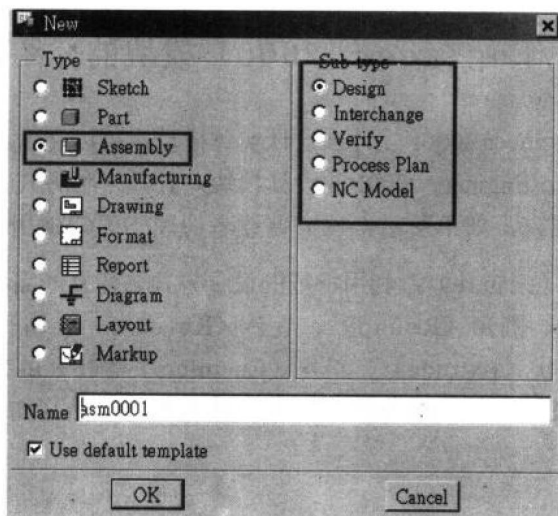

图1-5
(2) 组合 (Assembly)：将设计好的零组件产品运用组合的特征把产品组合起来。因为一个完整的产品所包含的零组件有很多个，而使用这个特征的方式去组合产品，一方面是方便设计者快速绘制，另一方面是方便设计者在修改图形文件时，不用修改每一个零件就可以完全地组合在一起了，增加设计产品的准确率与完成率（如图1-5所示）。